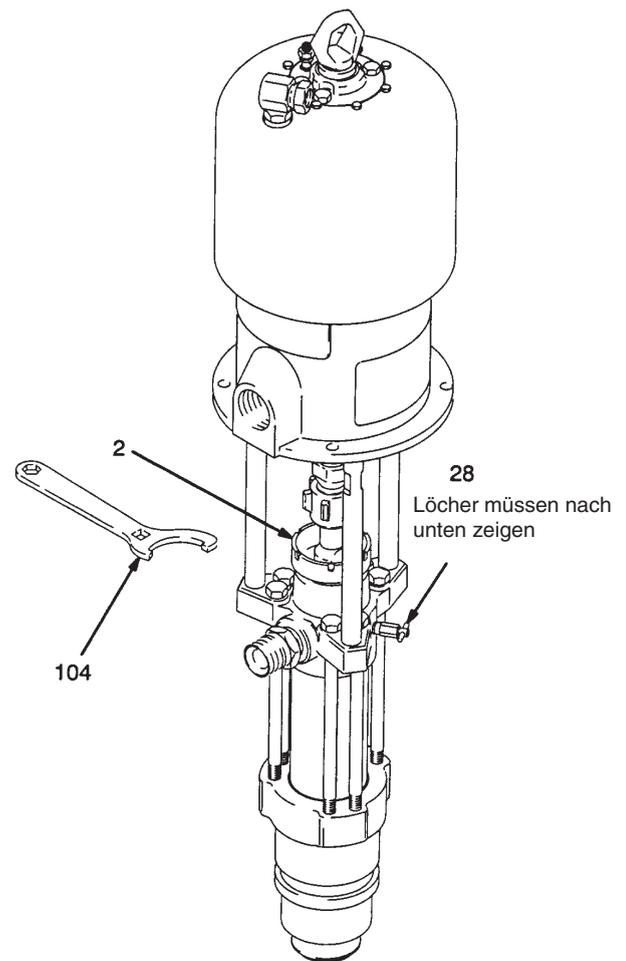

Abb. 3
Packungsmutter/TSL-Tasse (2) zu 1/3 mit GRACO TSL Flüssigkeit oder verträglichem Lösemittel füllen, siehe Abb. 3. Mit dem mitgeliefertem Packungsmutterschlüssel (104) die Packungsmutter jede Woche einstellen, so dass sie fest sitzt, nicht überdrehen! Vor dem Einstellen der Packungsmutter Druck entlasten.
Siehe Abb. 3.
Wenn sich die Pumpe nicht richtig füllt, das Entlüftungsventil (28) etwas öffnen. Das Entlüftungsloch wieder schliessen, sobald Material am Entlüftungsloch erscheint. Siehe Abb. 3.